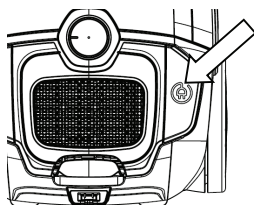

Fig. 7
Apague la aspiradora presionando el botón de encendido/apagado (12) después de finalizar su trabajo. Saque el enchufe de la toma de corriente. Presione el botón recogecable (7) para retraer el cable hacia el interior de su compartimiento (Fig 7).